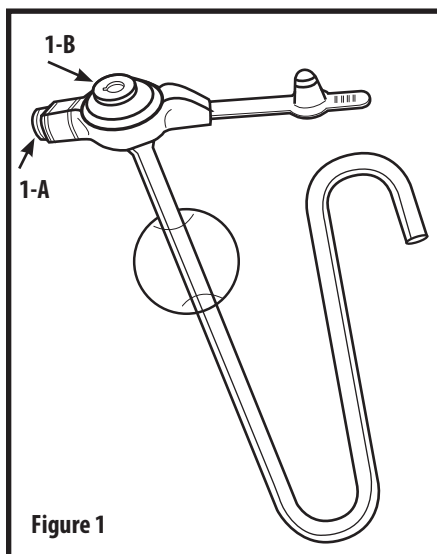

Figure 1
2. Vul de ballon, met behulp van de in de kit meegeleverde 6-ml injectiespuit met Luer-schuif aansluiting, via de ballonpoort met 5 ml steriel of gedistilleerd water (afb. 1-A).
4. Spoel water door de jejunumpoort (afb. 1-B) met behulp van een 6-ml injectiespuit met Luer-schuif aansluiting om te controleren of hij doorgankelijk is.